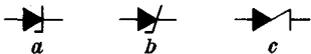

Bild 1. Schaltzeichen für die Zener-Diode. a) neuer internationaler Vorschlag, b) neuer deutscher Vorschlag, c) bisher in Deutschland benutztes Symbol
1. Dioden: In Bild 1 sind drei Schaltzeichen für die Zener-Diode festgehalten; a) entspricht der neuen internationalen Normung, b) ist ein deutscher Vorschlag für diese Normung und c) ist die Form, wie wir die Zener-Diode bisher meist in der deutschen technischen Literatur dargestellt finden. Die Zeitschrift *Elektronorm* (Bd. 14/1960, Heft 5) schlägt die Übernahme der neuen internationalen Norm für die Zener-Diode auch für Deutschland vor, denn die Änderung ist unerheblich – und das Symbol gemäß Bild 1c war international niemals anerkannt.